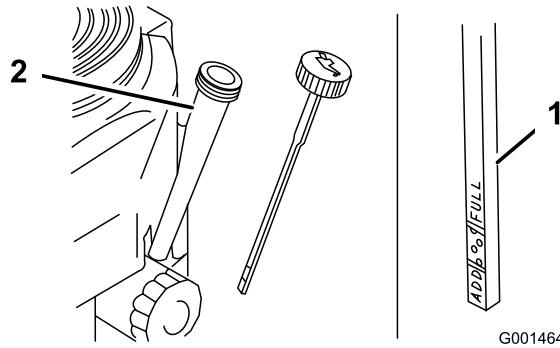

Figure 23
4. Nettoyez la surface autour de la jauge d'huile (Figure 23) pour éviter que des impuretés ne s'introduisent dans le goulot de remplissage, ce qui risquerait d'endommager le moteur.
5. Retirez la jauge d'huile et essuyez soigneusement son extrémité (Figure 23).
6. Remettez la jauge au fond du tube de remplissage, mais sans la visser (Figure 23).
8. Versez avec précaution environ 80 % de la quantité d'huile spécifiée dans le goulot de remplissage (Figure 23).